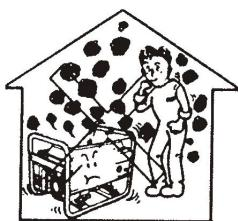

Figura 1
6.1 Não use a unidade em locais fechados ou parcialmente fechados, como quartos, caves, garagens, grutas, túneis, etc. (Figura 1)